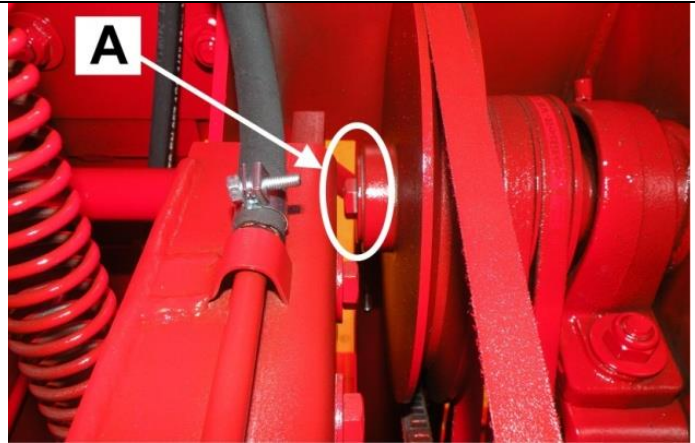

Bild 77.
4. Lösgör remskivans bult A på bild 77 och ta bort remmarna (3 st. A38) från den övre remskivan.
5. Sätt nya remmar på plats och dra åt fästbultarna A på bild 77.